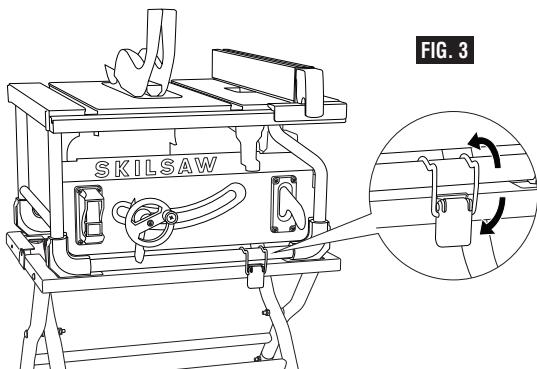

FIG. 3
- Une fois que la base est alignée, accrochez les brides de fixation à l'avant et à l'arrière sur la base de la scie et verrouillez en place (Fig. 3).